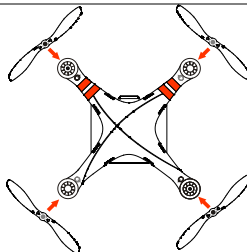

Fig.2
2. (Fig.2) Préparez les deux hélices avec l'écrou gris et préparez les deux hélices avec l'écrou noir. Assurez-vous que les hélices avec l'écrou noir correspondent avec les moteurs marqués avec un point noir. Serrez les hélices selon les instructions de montage. (🔧). NE PAS utiliser de frein filet sur le filetage.